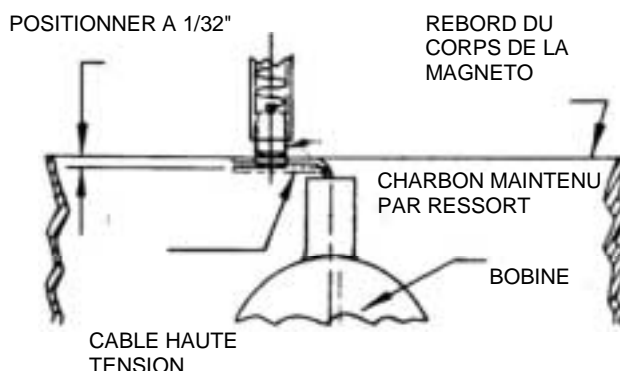

Figure 7.7
- Positionner le câble haute tension de la bobine à 1/32 d'inch (env. 0.08 cm) sous le rebord du corps de la magnéto. (Voir figure 7.7)